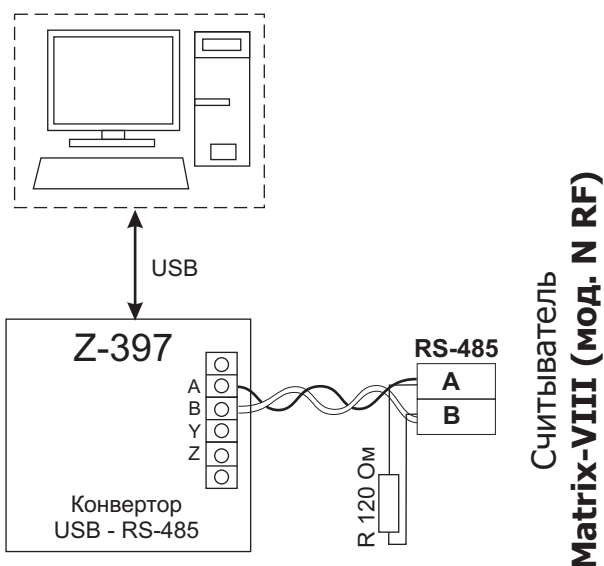

Рис.3 Схема подключения по RS-485
- при подключении по RS-485 один провод витой пары подключается на A, второй на B (см. рис. 3).